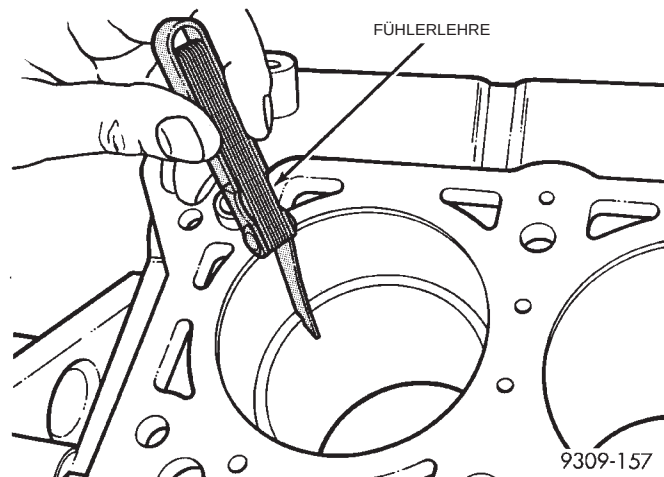

Abb. 7 Kolbenringstoß messen
(1) Zylinderbohrung sauber wischen. Ring einsetzen und mit Kolben nach unten drücken, um rechtwinkligen Sitz in der Bohrung zu gewährleisten. Zum Messen des Ringstoßes muss der Abstand des Kolbenrings vom unteren Ende der Zylinderbohrung mindestens 12 mm (0,50 Zoll) betragen. Stoß mit Fühlerlehre messen (Abb. 7). Näheres hierzu siehe Tabelle mit Kenndaten der Kolbenringe.